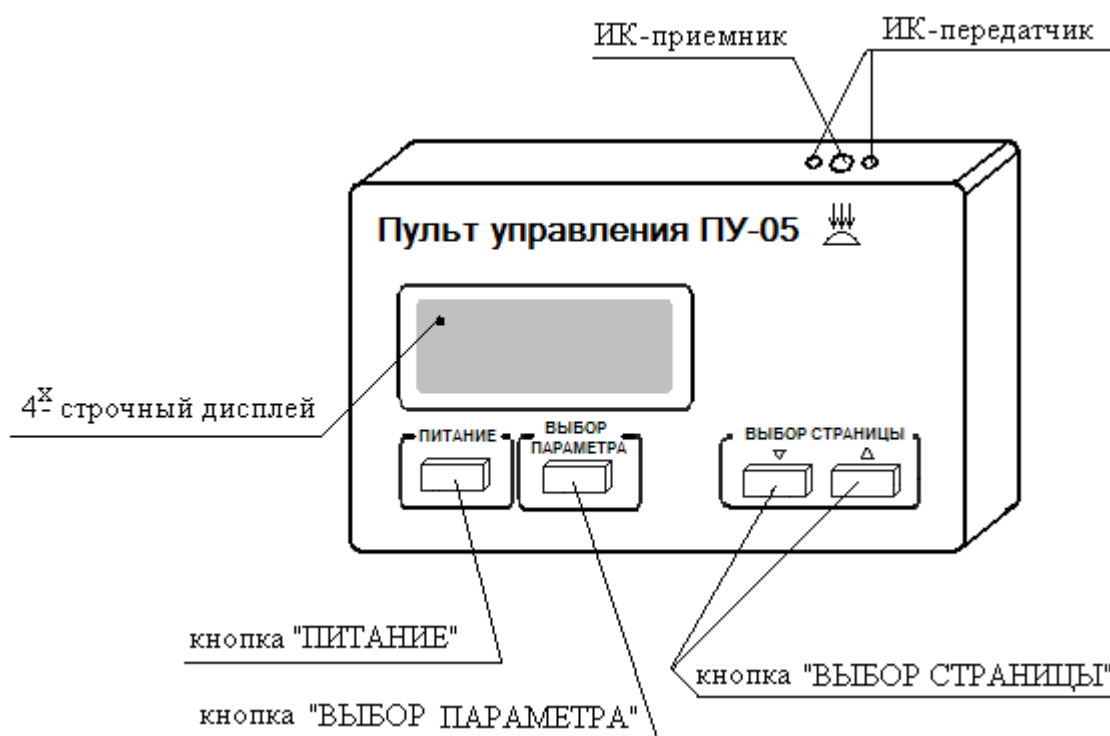

Рисунок 1
2.2. Пульт является ручным прибором. На рис.1 изображен внешний вид пульта с обозначением основных его элементов.